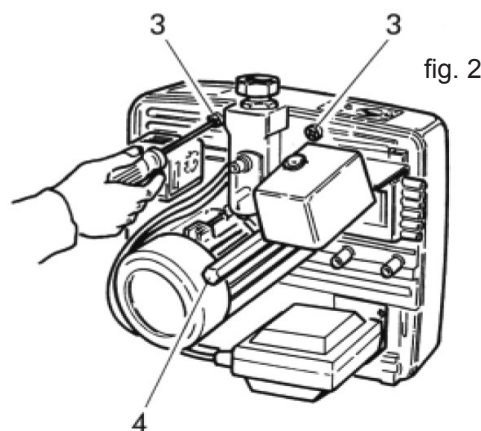

fig. 2
- Dévisser les vis 3 et le pivot central 4 (fig.2).